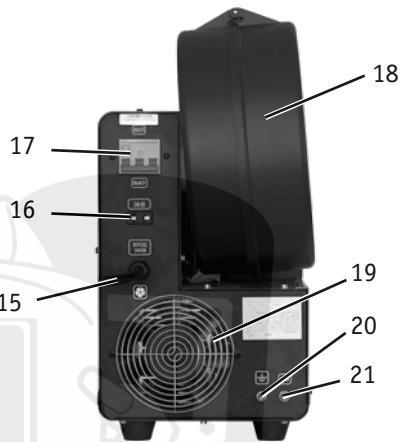
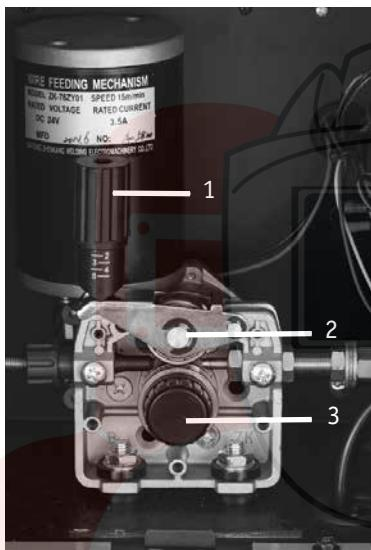

Рис. 1.2. Задняя панель аппарата.
Рис. 3. Схема подключения оборудования для MIG, MAG И FCAW сварки
1. Откройте защитный кожух (поз. 18, рис. 1.2) и наденьте на ось катушку с проволокой, закрепите её путём закручивания гайки посадочной оси.
6. Вставьте разъем сварочной горелки (поз. 5, рис. 3) в евроразъем (поз. 4, рис. 3) и прикрутите его.
10. Соедините один конец газового рукава с аппаратом через штуцер (поз. 21, рис. 1.2), а другой конец с газовым редуктором баллона (поз. 1, рис. 3). Убедитесь, что при открытом клапане баллона нет утечки газа. Вилку редуктора подключите к розетке аппарата 36 вольт (поз. 16, рис. 1.2). Откройте редуктор и выставьте значение давления газа, обеспечивающего необходимый расход согласно таблицам 2А и 3А ПРИЛОЖЕНИЯ А настоящего руководства.